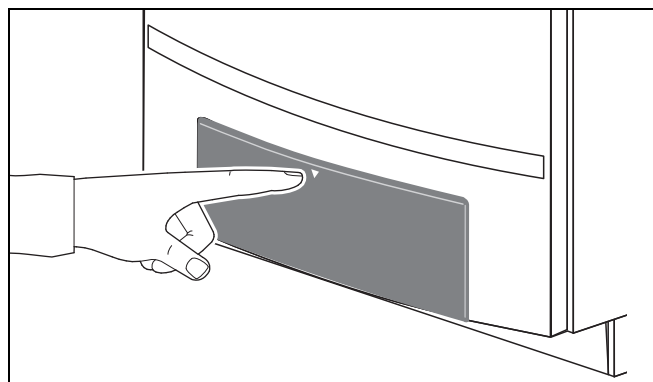

Fig. 48 Aprire il pannello di servizio
- Aprire il pannello di servizio premendolo (fig. 48).